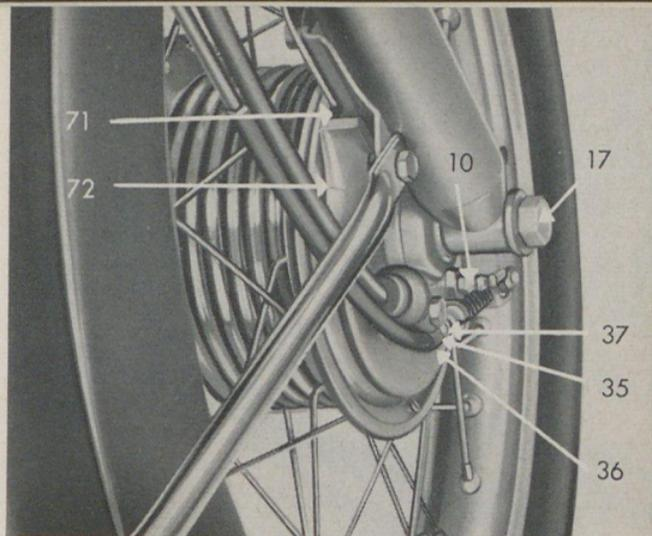

Bild 9
## Telegabel (Bild 9)
Beim Einbau des Vorderrades ist darauf zu achten, daß der an der rechten Innenseite der Vorderradgabel befestigte Abstützbolzen 71 in die Aussparung des Bremsschildarmes 72 greift (Bild 9).
**Die Teleskop-Vorderradgabel** bedarf keiner Wartung (Bild 9).